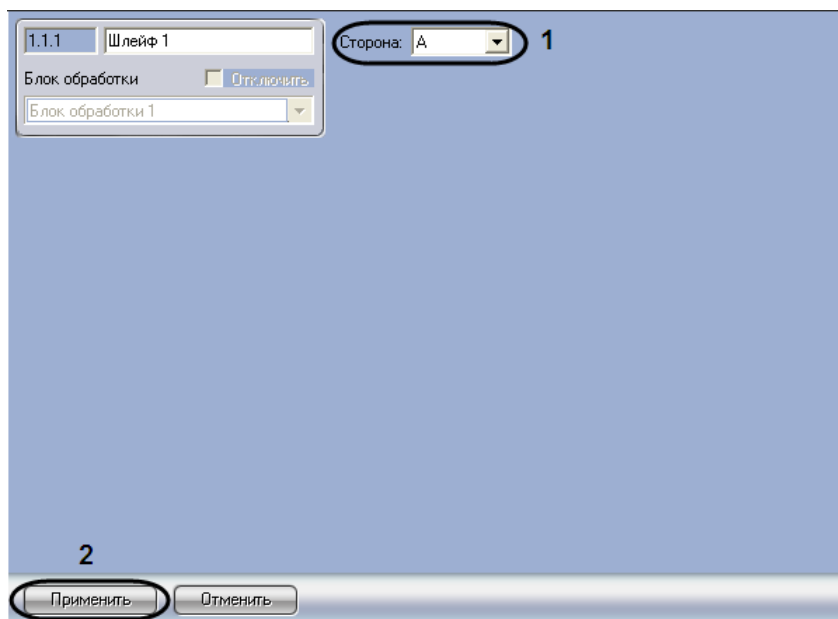

Рис. 2.7-2. Настройка кабеля Intrepid
1. Перейти на панель настройки объекта **Шлейф** (Рис. 2.7-2).
2. Из раскрывающегося списка **Сторона** выбрать идентификатор кабеля *Intrepid* (A или B), заданный при настройке системы *Intrepid Micropoint* в программе «Site Manager» (см. Рис. 2.7-2, 1).
3. Для сохранения внесенных изменений нажать кнопку **Применить** (см. Рис. 2.7-2, 2).